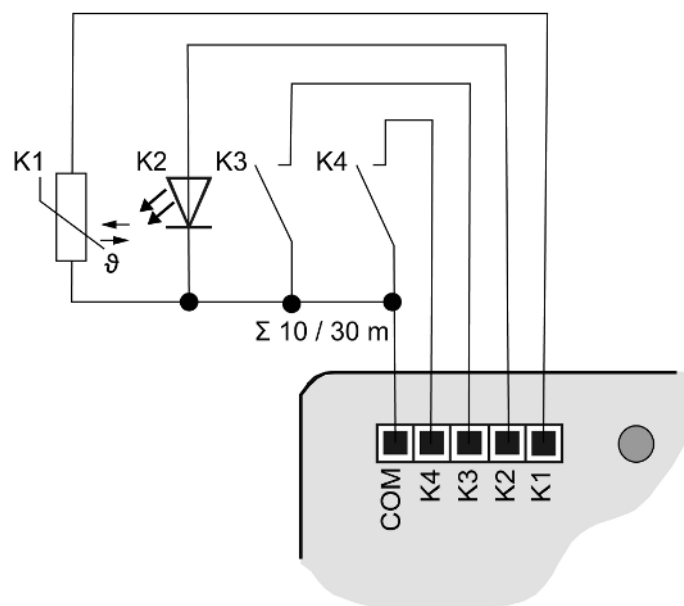
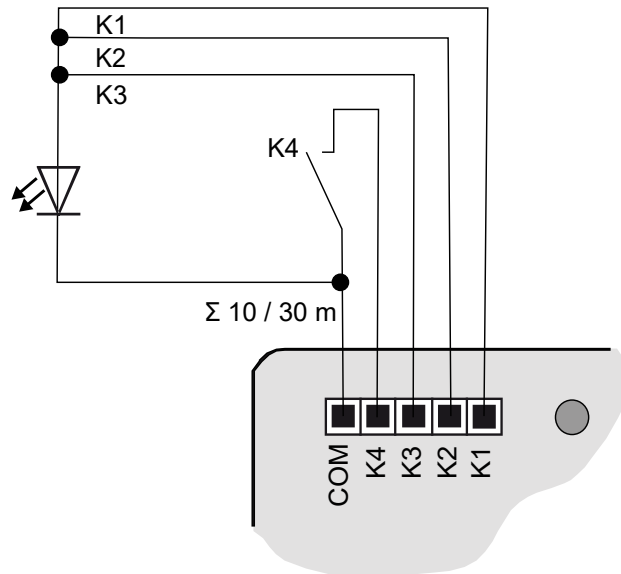

Figure 7: Exemple de raccordement
Figure 8: Exemple de raccordement avec des sorties en parallèle
- En option (uniquement variante "Confort") (voir chapitre "Accessoires" ▶ Page 26): Boutons-poussoirs, commutateurs, contacts. Raccorder la LED ou la NTC conformément aux exemples de raccordement avec les câbles de raccordement fournis. Les exemples de raccordement ( et (voir figure 8)) illustrent l'utilisation avec des entrées, des sorties et des capteurs.
- Raccorder les boutons-poussoirs, commutateurs, contacts, LED ou NTC conformément aux exemples de raccordement avec les câbles de raccordement fournis ((voir figure 7) et (voir figure 8)). Les exemples de raccordement illustrent l'utilisation avec des entrées, des sorties et des capteurs.
Possibilité de brancher des sorties en parallèle, pour les consommateurs ayant des besoins en courant plus élevés. L'exemple (voir figure 8) K1-K3, elles sont branchées en parallèle.